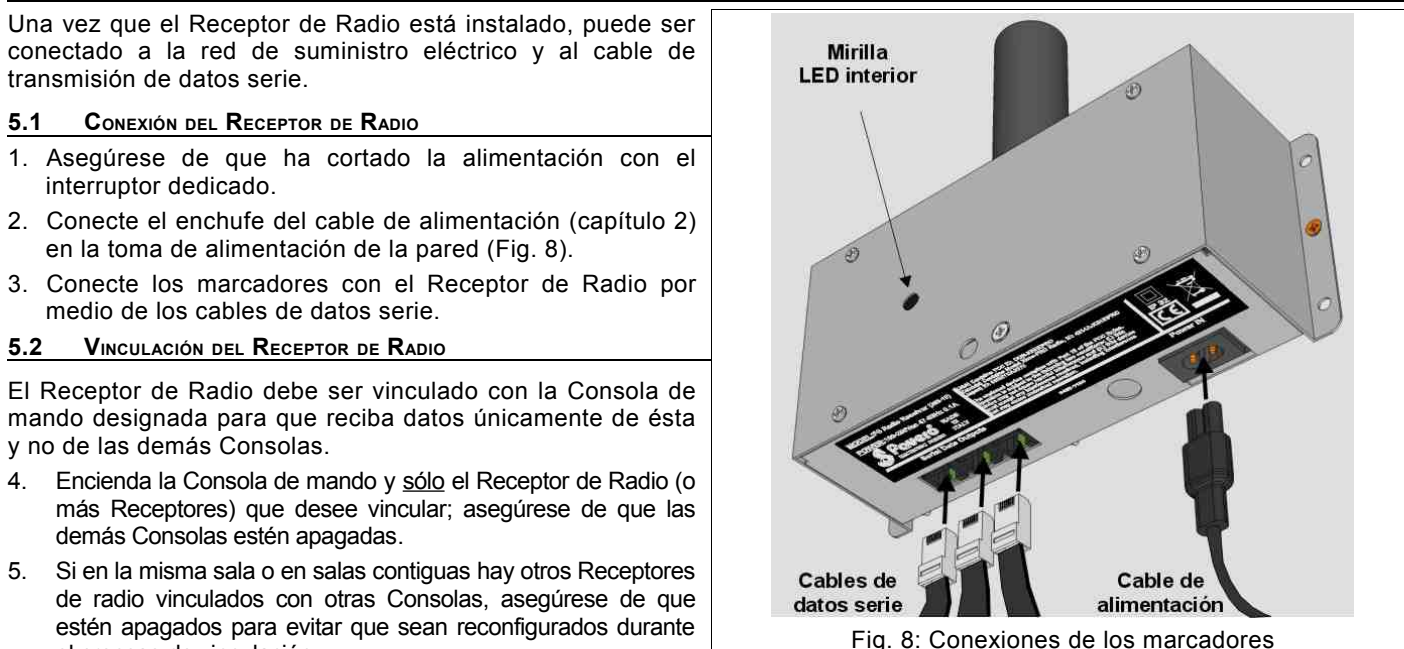

Fig. 8: Conexiones de los marcadores
El Receptor de Radio tiene tres salidas iguales para datos serie (Fig. 8) a las que se conectan directamente los distintos marcadores electrónicos. Para la instalación de dichos cables siga las instrucciones siguientes:
2. Conecte el enchufe del cable de alimentación (capítulo 2) en la toma de alimentación de la pared (Fig. 8).
1. Mire por la mirilla del Receptor que el LED rojo interior esté intermitente (Fig. 8). Si está apagado, cambie el alimentador (capítulo 6.4); si está encendido fijo, inspeccione la conexión radio (capítulo 6.1.3).
4. Observe el LED rojo del Receptor de Radio a través de la mirilla (Fig. 8):
5. Pruebe otra salida de datos (Serial Data Outputs) del Receptor de Radio (Fig. 8).
1. Desconecte el cable de alimentación y los cables de transmisión de datos serie del Receptor de Radio (Fig. 8).